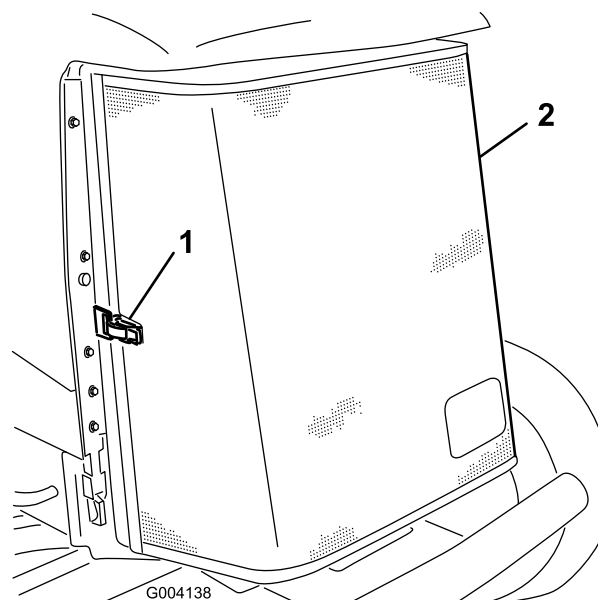

Рисунок 72
3. Откройте защелку и откиньте заднюю решетку (Рисунок 72).